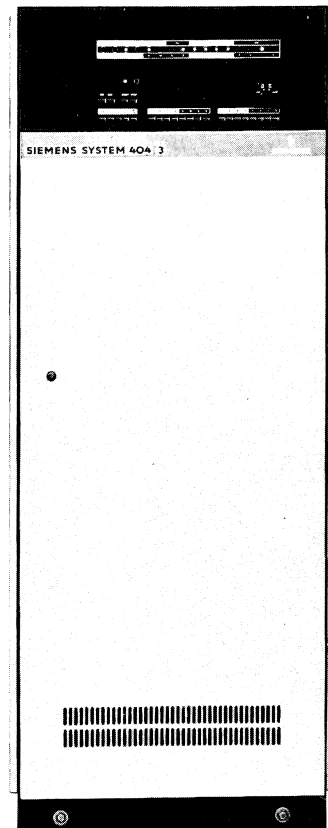

Abb. 1-2 Schrankmodell
1.1.9.2 Schrankmodell (Abb.1-2)